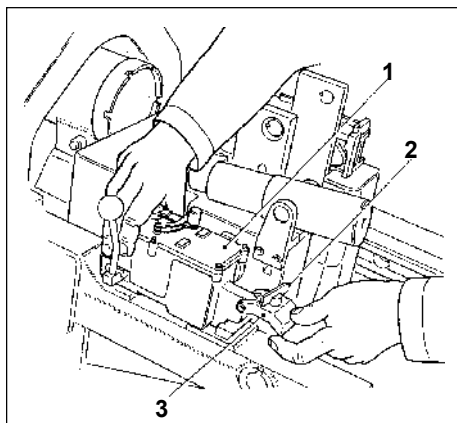

Fig 8-5 - Retirada da caixa do mecanismo de disparo elétrico
- (3) Remova a caixa do mecanismo elétrico de disparo L2A1. (Fig 8-5)